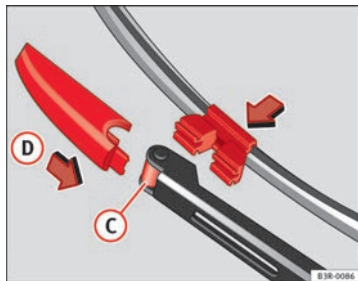

Fig. 186 Colocar la escobilla
- Coloque la escobilla nueva en el alojamiento del brazo del limpiaparabrisas ⇒ fig. 186 **C**.